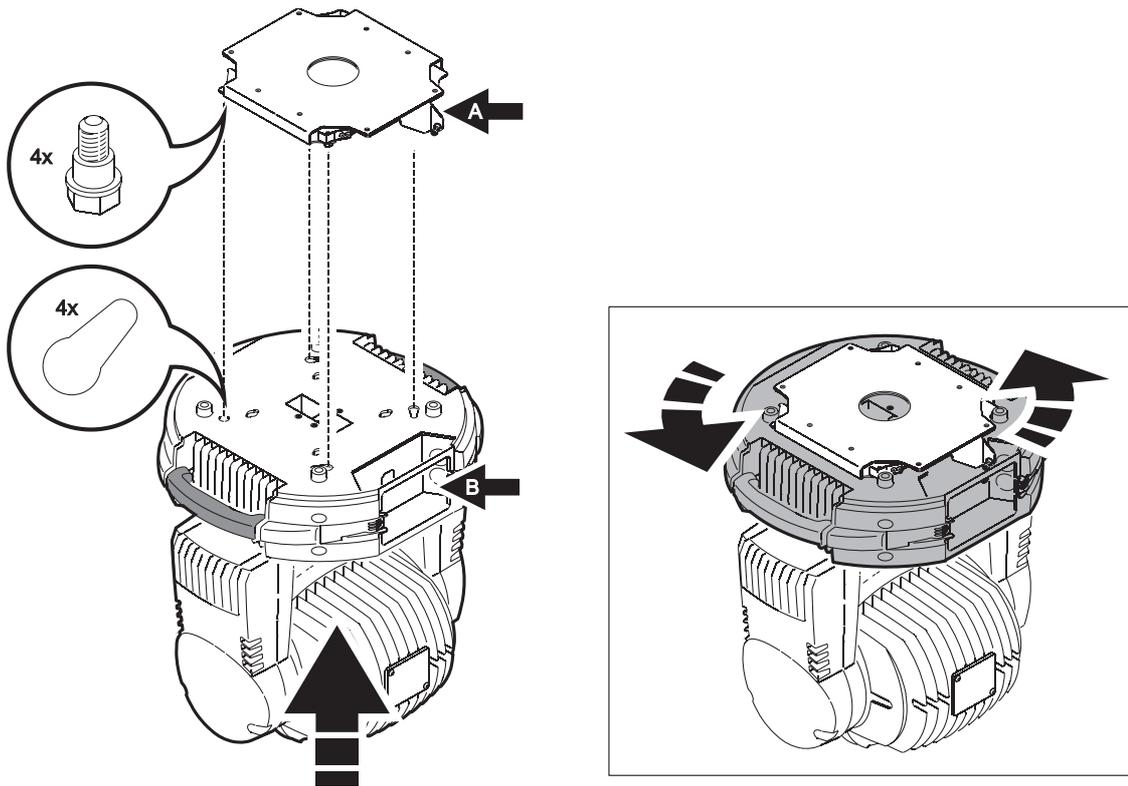

Figura 5: Montaje en bayoneta sobre el soporte de fijación rápida.
5. Ver Figura 5. Insertar la unidad en el soporte de forma que la aleta **A** se introduzca en la esquina **B** del espacio para las conexiones en la base de la unidad. Girar entonces la unidad en sentido horario hasta que los pines de bayoneta queden completamente insertados y fijados en la base de la unidad.